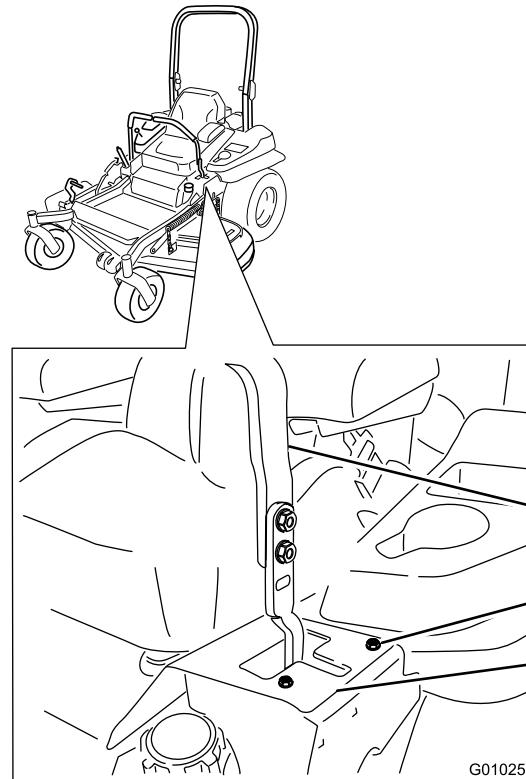

Figura 59
6. Si se desvía hacia la derecha, afloje los pernos y ajuste la chapa del tope izquierdo hacia atrás en la ranura en T de la izquierda hasta que la máquina avance en línea recta (Figura 59).
en T de la izquierda hasta que la máquina avance en línea recta (Figura 59).
7. Si se desvía hacia la izquierda, afloje los pernos y ajuste la chapa del tope derecho hacia atrás en la ranura en T de la derecha hasta que la máquina avance en línea recta (Figura 59).
8. Apriete la chapa del tope (Figura 59).